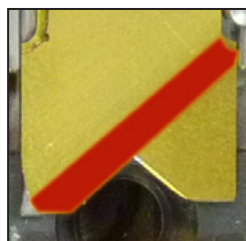

Bild 8.2 Monteringsläge för avisoleringsknivar
- ▶ Ta bort skruvarna (1).
- ▶ Byt avisoleringskniv (2).
- ▶ Montera varje knivpar så att de vinklade kanterna pekar utåt (bild 8.2).